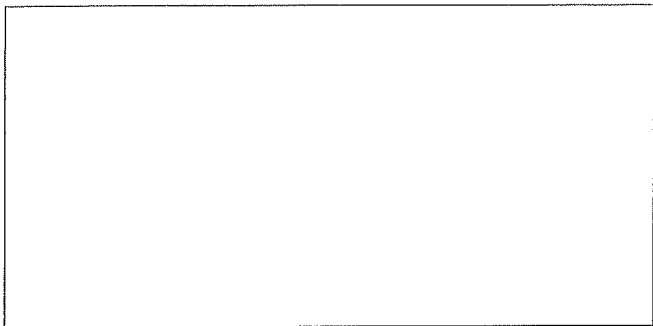

Рис. 53.
7. Убедитесь в правильности работы устройства фиксации кронштейнов, нажимая снизу на подпружиненный штифт (1) и перемещая кронштейны в одном из двух возможных направлений; после небольшого поворота штифт должен возвратиться в исходное положение (Рис. 53).